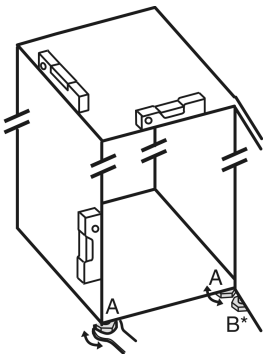

Fig. 24
- ▶ 用随附的开口扳手将垫脚 Fig. 24 (A)借助水平仪旋出，直至稳固、平坦对齐冰箱。
- ▶ 使用随附的开口扳手旋出托架上的垫脚 Fig. 24 (B)，直至垫脚平置于地板。
- ▶ 将垫脚 Fig. 24 (B)继续旋转 90°。